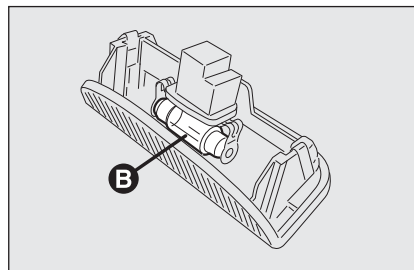

fig. 45
- ❑ remplacer l'ampoule **B-fig. 45** en la dégageant des contacts latéraux en s'assurant que la nouvelle ampoule soit correctement bloquée entre les contacts mêmes;